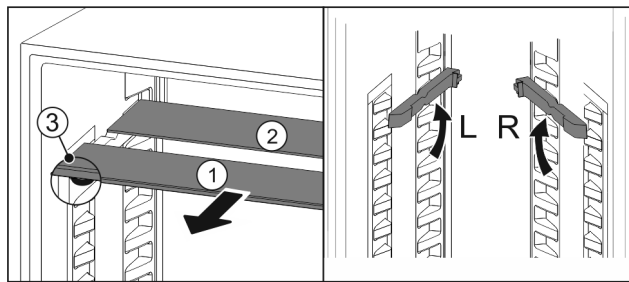

Fig. 100
- ▶ Steklene plošče posamično izvlecite Fig. 100 (1) naprej.
- ▷ Steklena plošča Fig. 100 (1) z okrasno letvijo je spredaj.
- ▷ Zaustavljalniki Fig. 100 (3) so obrnjeni navzdol.